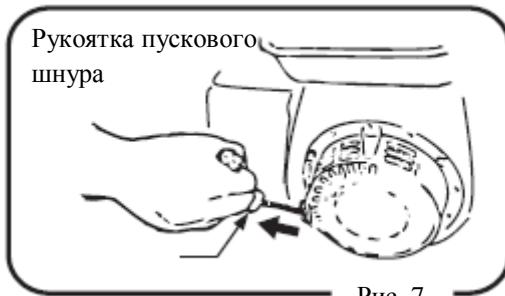

Рис. 7
- Плавно потяните за рукоятку пускового шнура. Дерните рукоятку, когда почувствуете сопротивление. Рассчитывайте ваши силы, чтобы не повредить пусковой механизм (см. рис. 7).